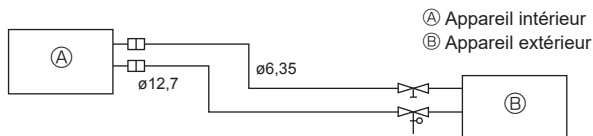

Fig. 5-2
(1) Le tableau ci-dessous montre les spécifications des tuyaux disponibles en commerce. (Fig. 5-2)